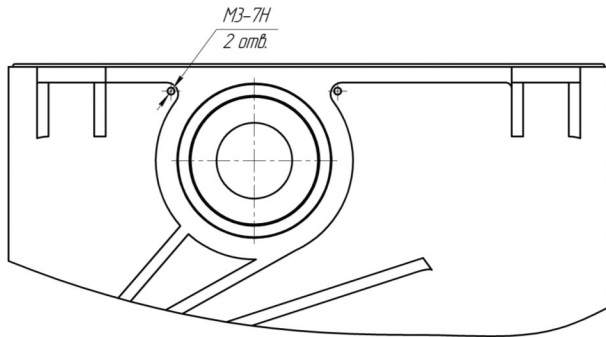

Рис. 3
- Используя сверло на 5 мм, просверлите неглубокие выемки около отверстия главного вала, в местах, указанных на Рис. 3.